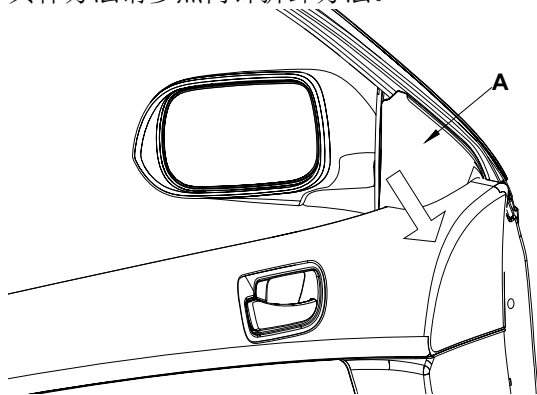

图 2
(1) 如图 2，按图示方向拔出三角饰板 A，具体方法请参照内饰拆卸方法。